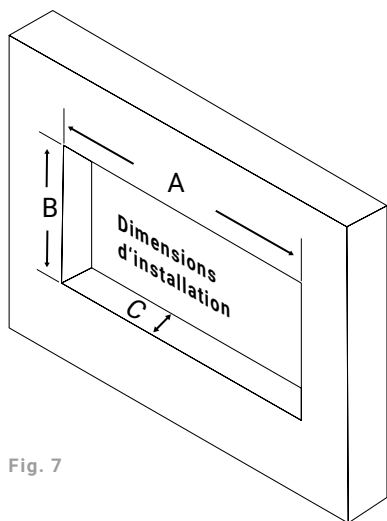

Fig. 7
1. Choisissez un emplacement à l'abri de l'humidité et respectant les distances minimales prescrites. Veillez à ce que l'ouverture soit suffisamment grande pour les dimensions de l'encastrement (voir figure 7).